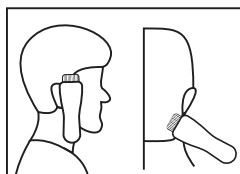

Figura 10
02. Para aparar as costeletas com um corte reto, inverter a posição do cortador de modo que o lado de baixo fique para cima (Figura 10).